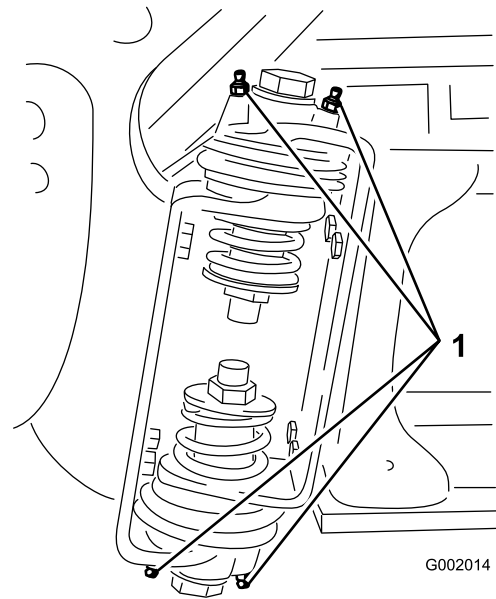

Figura 105
- Injectez la graisse dans le roulement ou la bague au niveau de chaque graisseur (Figura 105).